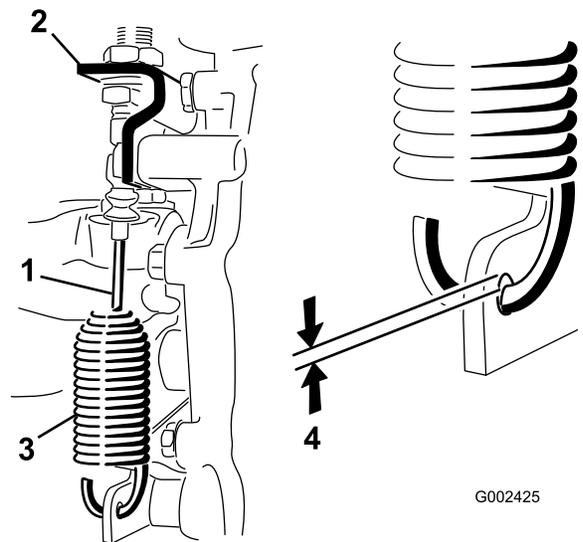

図 54
2. デファレンシャルロックケーブルをトランスアクスルのブラケットに固定しているジャムナットをゆるめる 図 54。